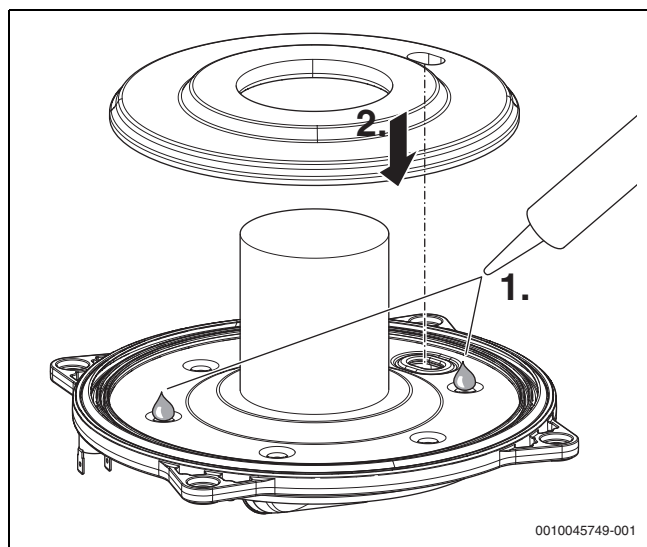

Fig. 68 Appliquer de la colle en silicone et poser une nouvelle isolation
- Appliquer de la colle en silicone résistante à la température (produit d'étanchéité résistant aux hautes températures (> 250 °C)) sur les deux cavités, comme indiqué sur la → figure 68.